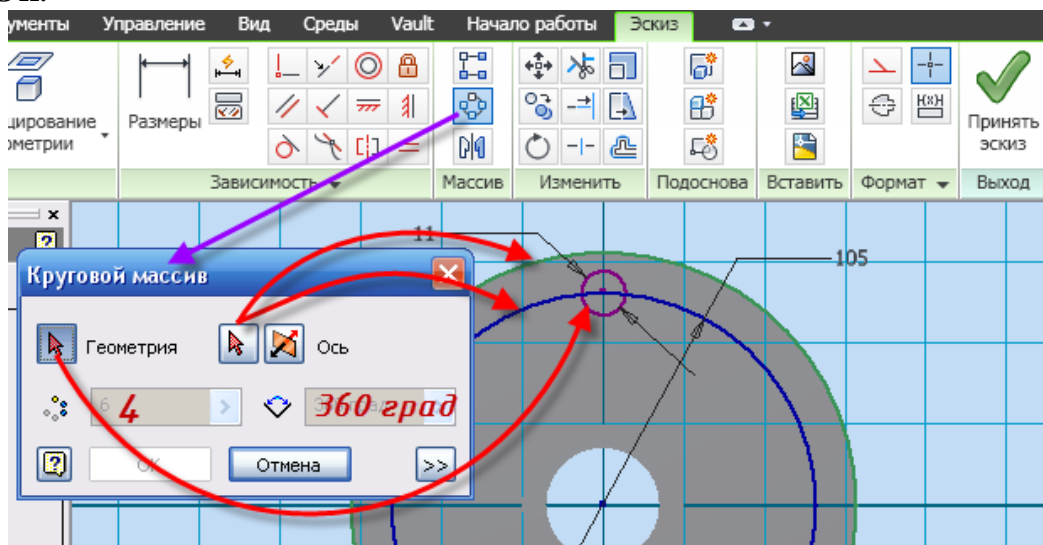

Рис. 3.12. Эскиз отверстия корпуса
- Постройте вторую окружность, находящуюся сверху по оси Y, с центром на созданной окружности *рис. 3.12*.
- При помощи команды  **Размеры** установите размер вновь созданных окружностей равными 105 и 11 миллиметрам соответственно (*рис. 3.12*).
- Выберите команду  **Круговой массив**, в диалоговом окне **Круговой массив** выберите стрелку в поле **Геометрия** и кликните на окружность с диаметром 11 мм (объект, который необходимо размножить), выбрав стрелку в поле **Ось**, кликните щелчком мыши на концентричную ось распределения объектов (на *рис. 3.12* изображены два варианта для выбора оси). Укажите количество – **4**, и равномерное распределение по окружности – **360 град**.